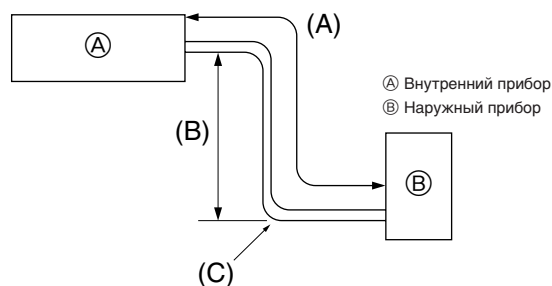

Рис. 5-1
5.1. Труба для хладагента (Рис. 5-1)